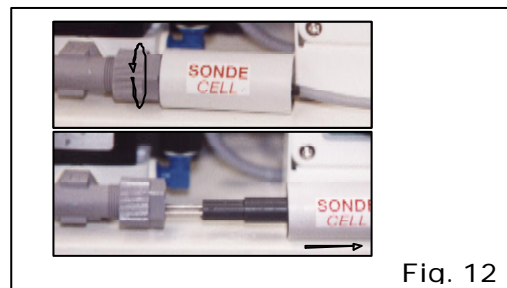

Fig. 12
86. LIMPIEZA DE LA SONDA (Fig. 12)